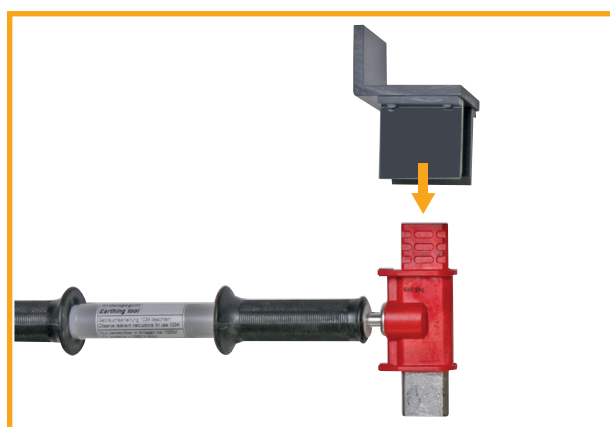

Fig. 2
2. **Berührungsschutz** BS EP NH1 3 TI auf die jeweilige Erdungspatrone **NH 1 ... 3** aufstecken (siehe Fig. 2).